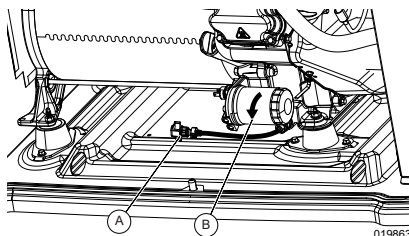
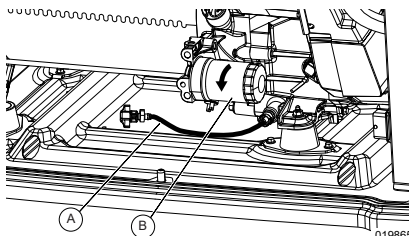
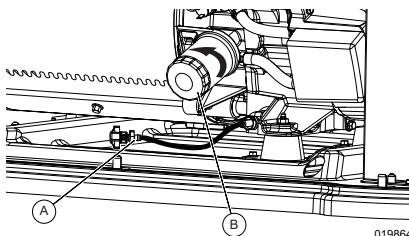

Figura 4-1. Localização do filtro de óleo e do dreno (10 kW)
Figura 4-2. Localização do filtro de óleo e do dreno (14 a 18 kW)
Figura 4-3. Localização do filtro de óleo e do dreno (22 a 28 kW)
5. Consulte Figura 4-1, Figura 4-2 e Figura 4-3. Remova o painel frontal quando a unidade tiver resfriado. Puxe a mangueira de drenagem de óleo (A) livre de clipe de retenção. Remova a tampa da mangueira de drenagem de óleo e coloque a extremidade livre em um recipiente adequado. Drene o óleo.